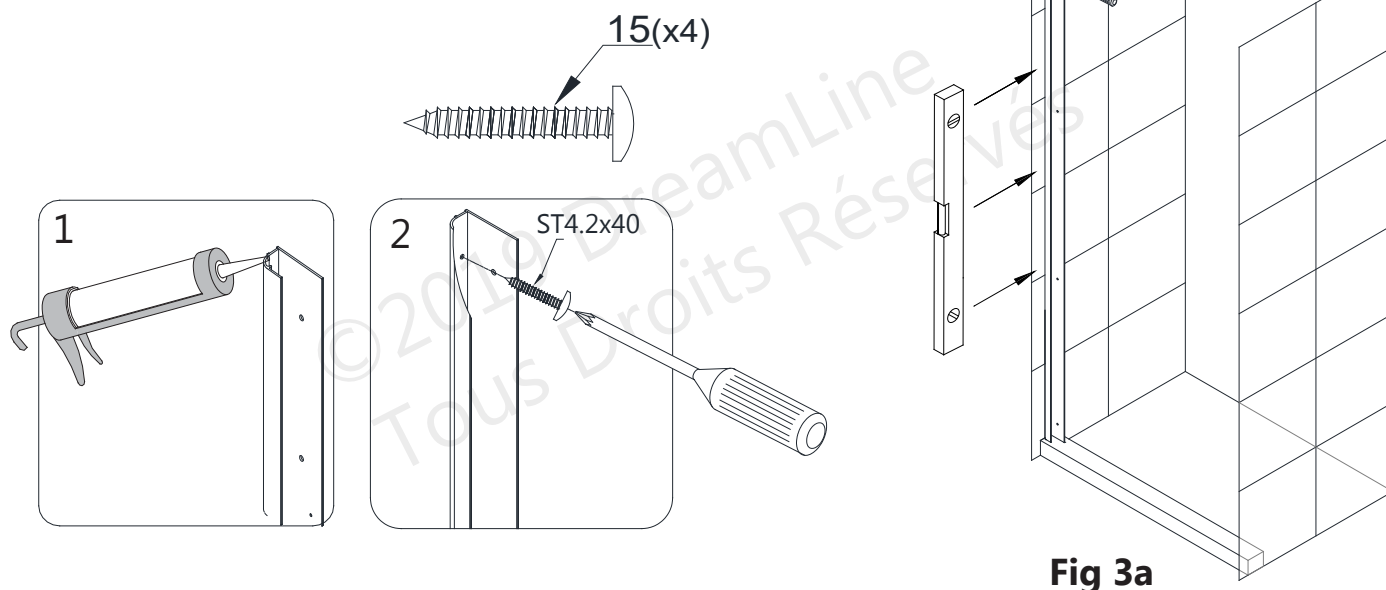

Fig 3a
3. Appliquez du silicone sur l'endos du **Profilé Mural Coté-Charnière (N° 01)**. Fixez le **Profilé Mural Côté Charnière (N° 01)** avec des **Vis à Tête Bombée ST4.2x40 (N° 15)**. (**Fig 3a**)